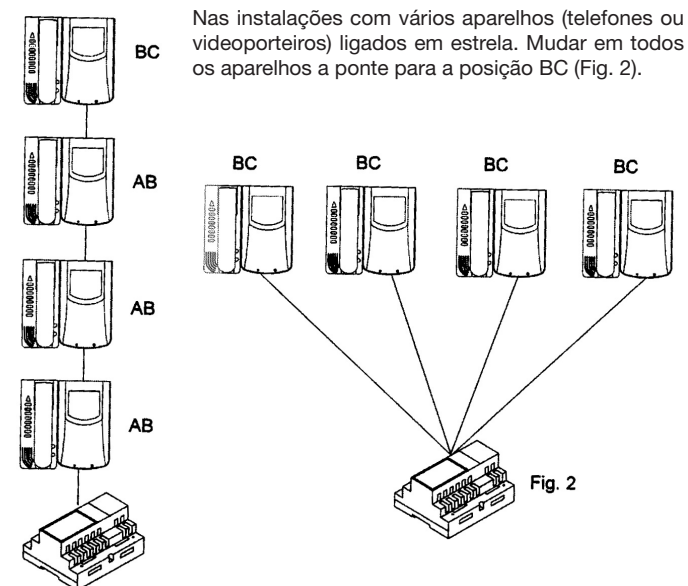

Fig. 1
nas instalações onde existem vários aparelhos (telefones ou videoparteiros) ligados em série. Mudar apenas a ponte do último aparelho para a posição BC e manter as pontes dos outros na posição inicial (AB) (Fig. 1).